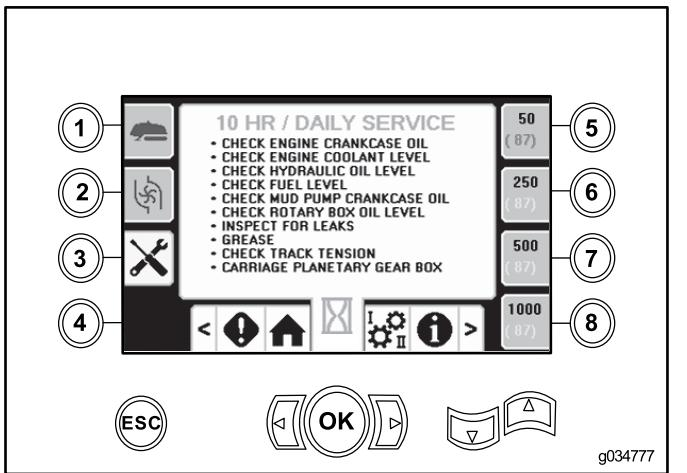

Bild 50
- Taste 3: 10 Stunden/Täglich (**Bild 50**)